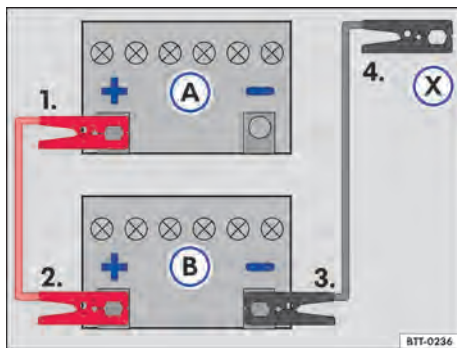

Fig. 182 Esquema para a conexão dos cabos auxiliares de partida: bateria do veículo descarregada (A) e bateria do veículo fornecedora de corrente (B).
Legenda para → Fig. 182:
Conectar o cabo auxiliar de partida somente na sequência 1 – 2 – 3 – 4 → Fig. 182.
- Conectar uma extremidade do cabo auxiliar de partida *vermelho* ao polo positivo (+) do veículo com a bateria do veículo descarregada → Fig. 182 (A) → .
- Conectar a outra extremidade do cabo auxiliar de partida *vermelho* ao polo positivo (+) do veículo fornecedor de corrente (B).
- Conectar uma extremidade do cabo auxiliar de partida *preto* ao polo negativo da bateria do veículo fornecedor de corrente (B).
- Conectar a outra extremidade do cabo auxiliar de partida *preto* (X) no veículo com a bateria descarregada no ponto de auxílio à partida (ponto de aterramento) ou em uma peça de metal parafusada firmemente no bloco do motor – porém não nas proximidades da bateria (A) → .